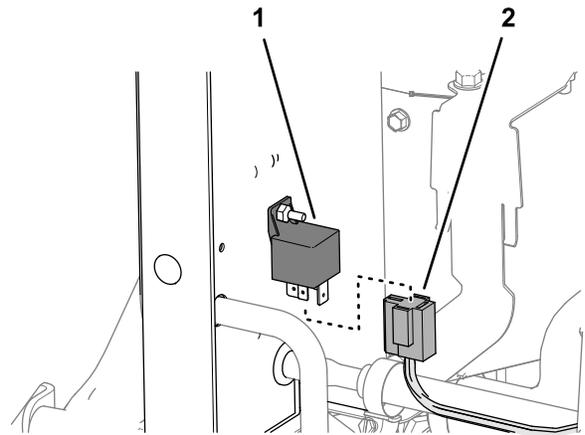

Figure 11
1. Débranchez du relais de bougie de préchauffage le connecteur à 4 lames du faisceau de la machine (Figure 11).